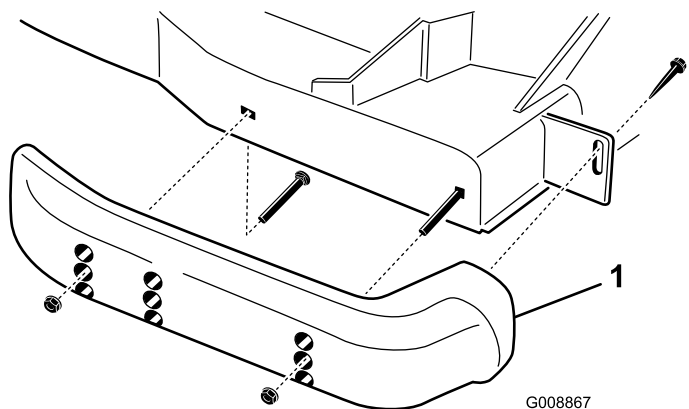

Figura 25
1. Desaperte o parafuso na frente de cada patim (Figura 25).
2. Retire os parafusos com cabeça de flange e as porcas de cada patim (Figura 25).